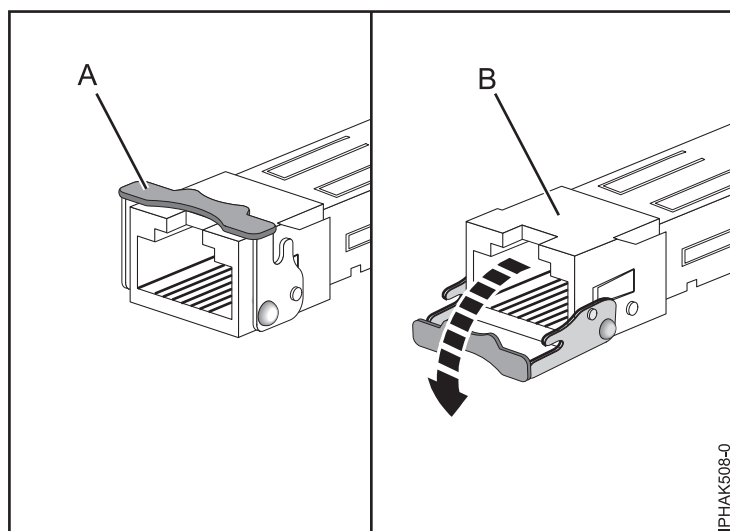

Figura 11. Extracción de los transceptores SFP de los adaptadores
Nota: Algunas FRU de adaptador de canal de fibra o Ethernet requieren extraer los transceptores SFP (de conexión de tamaño reducido), si están presentes, para poder extraer la contrapunta. Con la tarjeta en posición plana sobre una superficie antiestática, abra el pestillo (A) girándolo hacia abajo y alejándolo de la tarjeta, como se muestra en la Figura 11 en la página 25. Deslice el transceptor (B) hasta sacarlo del hardware del adaptador. Repita la misma operación para el otro transceptor.